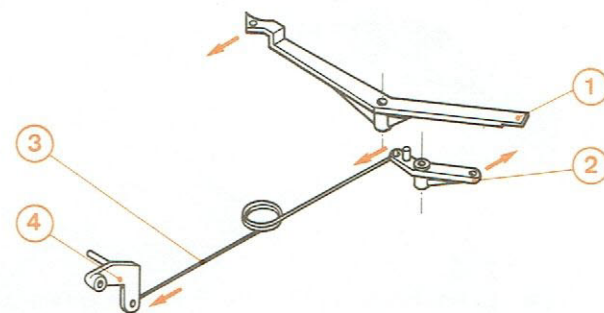

Fig. 3
B. FONCTION REJET (Fig. 3)
- Ce mouvement actionne le levier (4), le ressort à épingle (3) et le levier (2), poussant ainsi le levier (1).